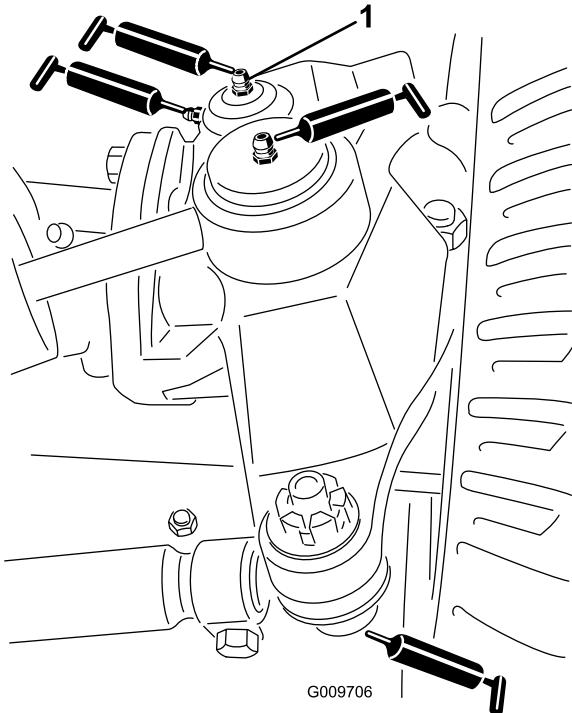

Figura 83
- Rótulas do cilindro de direção (2) (Figura 83)
- Rótulas esféricas da barra de ligação (2) (Figura 83)
- Buchas do pino principal (2) (Figura 83). **O bocal superior do pino principal apenas deverá ser lubrificado uma vez por ano (2 bombas).**